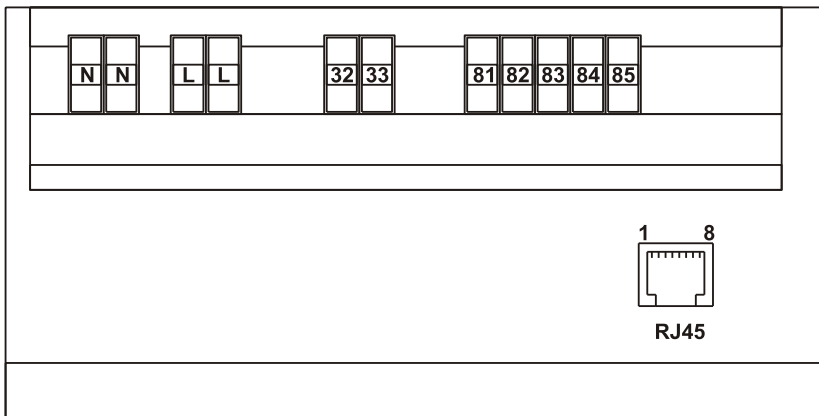

Abbildung 2: Klemmenbelegung
- Bei Verwendung einer Bus-Schnittstelle (z.B. 20mA/CS, M-BUS, RS485) oder einer dreiadrigen RS232 (GND, TxD, RxD) ist der RTS/CTS-Jumper zu setzen (siehe auch Abbildung 2), alternativ können auch die RTS und CTS-Klemmen überbrückt werden. Bei Verwendung einer RS232 mit RTS und CTS-Leitungen soll der eventuell vorhandene Jumper entfernt werden.